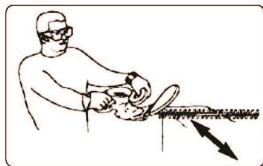

FIG. 14
**SETOS PAREJOS.** Para lograr setos excepcionalmente parejos, se sugiere extender una cuerda a lo largo de los setos a modo de guía.. (Fig. 14)